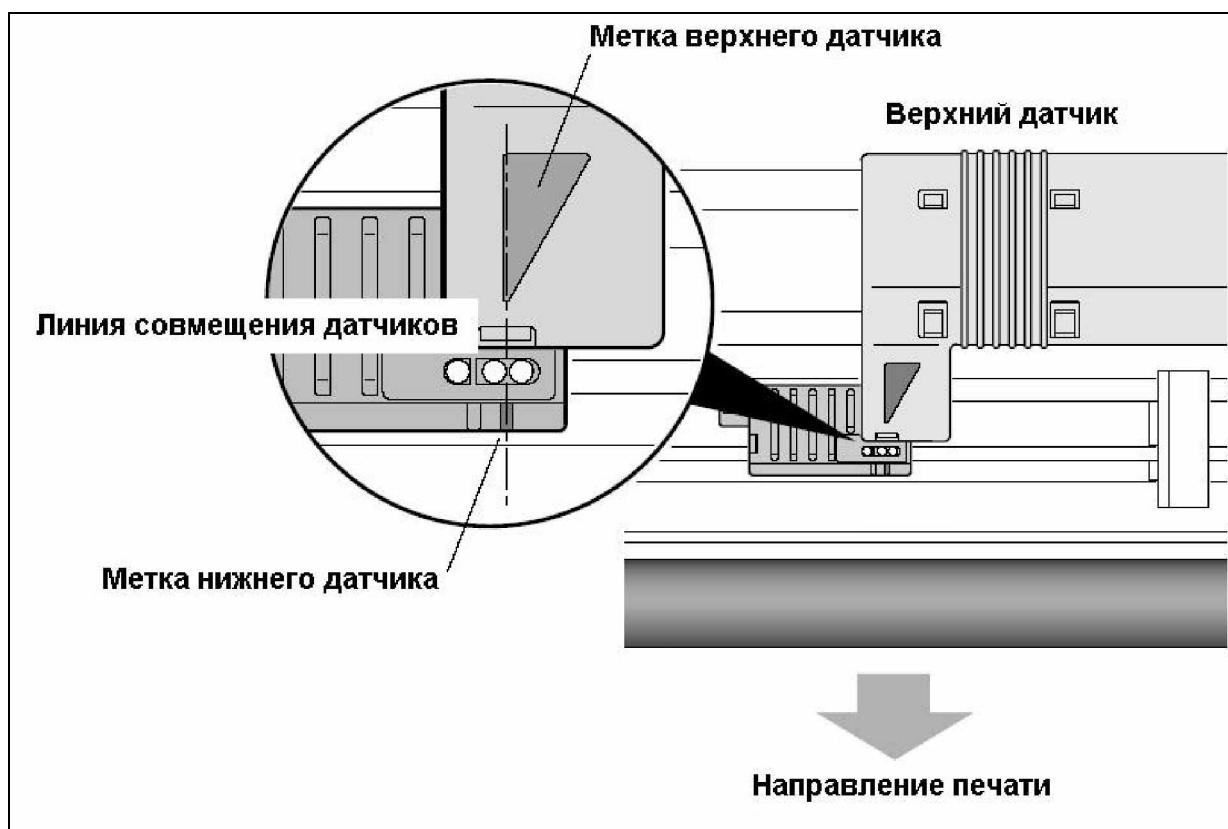

Рис. 2
3. Совместить метку верхнего датчика с меткой нижнего датчика (см. рис. 2).